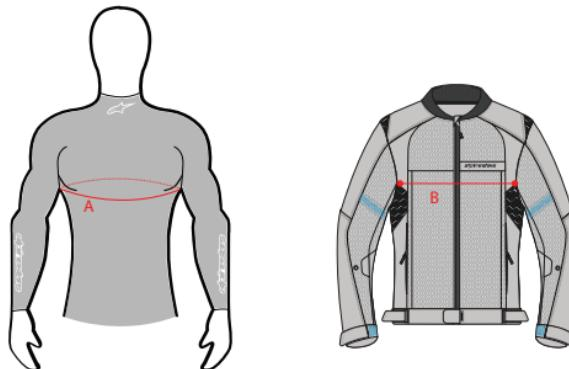

图 22：胸围 (A) 和防护服胸宽 (B) 测量参考
重要事项！ 本系统应与符合以下标准的任何外套一起穿着：测量胸围 (A) 和胸部的防护服宽度 (B)。如果 B 大于 A 除以 2 加 16 厘米 ($B > 0.5 \times A + 16\text{ cm}$ 或 $B > 0.5 \times A + 6.30\text{ 英寸}$) (图 22)，则该防护服与本系统兼容。